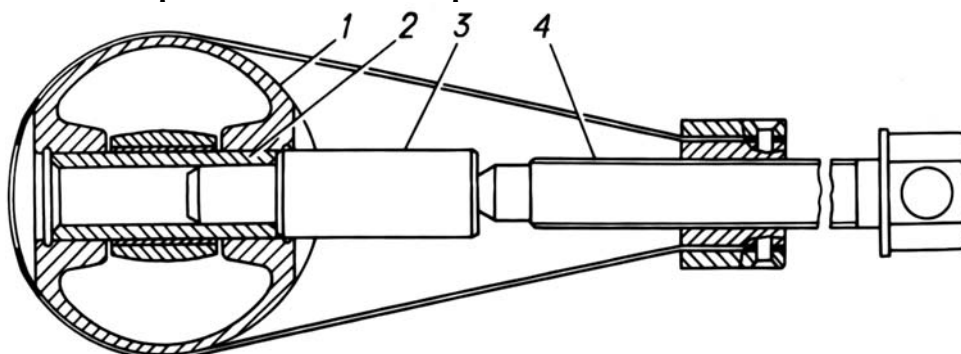

Рис. 3.1.48. Выпрессовка поршневого пальца из поршня при помощи приспособления: 1 - поршень; 2 - поршневой палец; 3 - оправка; 4 –винт
- выпрессовать при помощи приспособления и оправки поршневые пальцы из поршней (рис. 3.1.48).